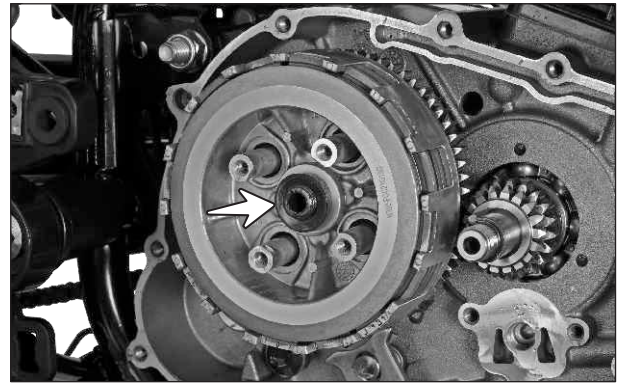

Fig. 3.12
- Retire la arandela cóncava del eje del clutch (Fig. 3.12)